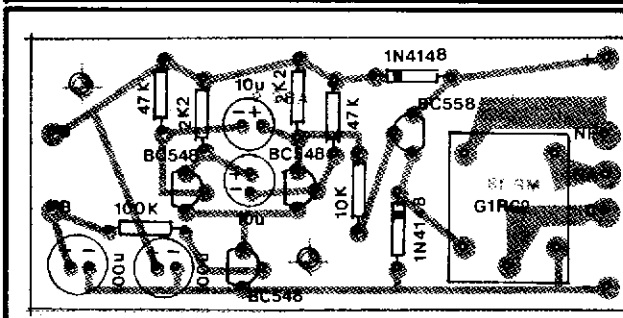

Fig. 5
- FIG. 5 - Lado não cobreado da placa, com todas as peças colocadas, identificadas pelos seus códigos, "estilizações" adotadas nos "chapeados" do ABC (ver as Normas em TRUQUES & DICAS da 4ª "Aula"...), polaridades, etc. Atenção aos importantes referenciais: lado "chato" dos transistores, anel de catodo dos diodos e marcação do "+" e "-" dos capacitores eletrolíticos... Correndo